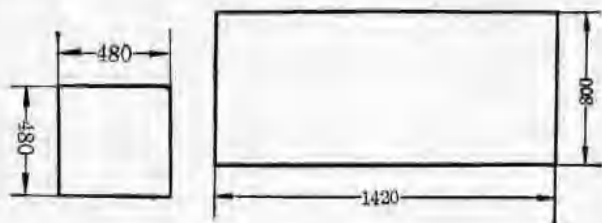

图 1
材料：轻而不透风的薄纸两张；一张的尺寸为 480×480 (毫米)²，另一张为 1420×800 (毫米)²(图1)；直径约3毫米长为1420~1450毫米的细竹丝一根(也可由二、三段接成)；480毫米长的细铁丝(可从铁窗纱上抽下一、二根；脱脂棉一小团，酒精少量，浆糊适量；线一小段。
1. 把 1420×800 (毫米)²的纸(图1)以1420毫米长的一